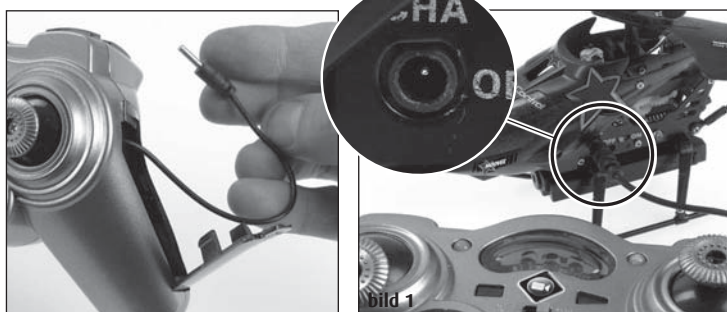

bild 1
2. Stick försiktigt in laddningskabelns kontakt i helikopterns laddningsuttag (bild 1). Kontakten måste kunna stickas in lätt i laddningsuttaget – ANVÄND INTE VÅLD. Om kontakten inte sticks in på rätt sätt i laddningsuttaget, kan helikoptern ta skada och eventuellt olycksrisk föreligga.
- b. Stick försiktigt in laddningskabelns kontakt i helikopterns laddningsuttag (bild 1). Kontakten måste kunna stickas in lätt i laddningsuttaget – ANVÄND INTE VÅLD. Om kontakten inte sticks in på rätt sätt i laddningsuttaget, kan helikoptern ta skada och eventuellt olycksrisk föreligga.
Drivkraftsreglaget (det vänstra reglaget på fjärrstyrningen) måste alltid peka nedåt före påkopplingen. Ställ sedan fjärrstyrningens kontrollbrytare på "ON" (bild 1), sedan lyser power-LED:n rött. Välj kanal A, B eller C med kanalomkopplaren.